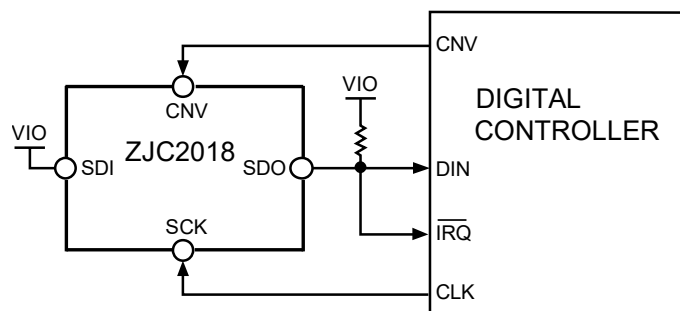
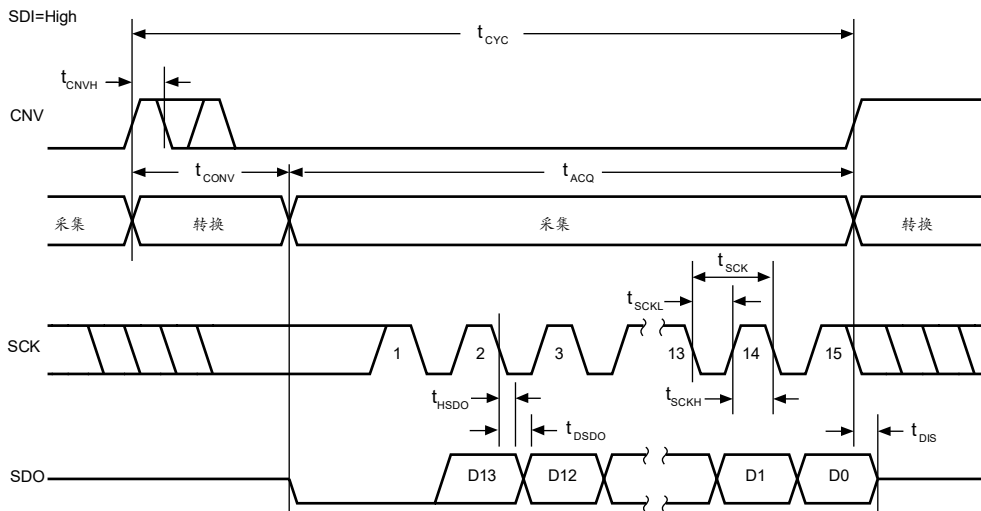
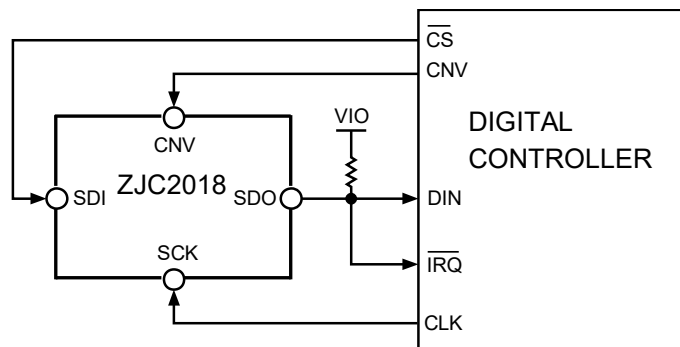
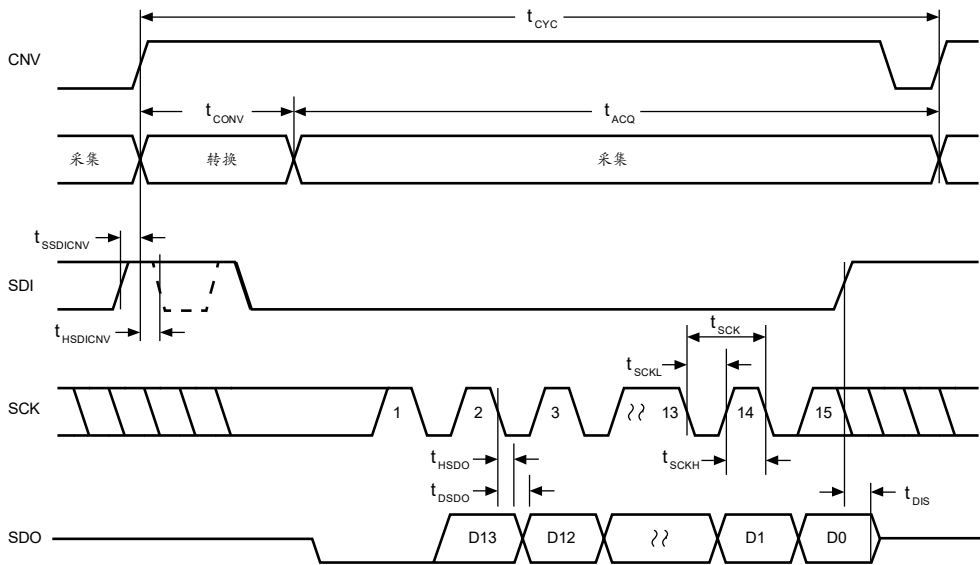

图 38. 片选模式（三线式有繁忙指示）连接图
图 39. 片选模式（三线式有繁忙指示）串行接口时序
图 42. 片选模式（四线式有繁忙指示）连接图
图 43. 片选模式(四线式有繁忙指示) 串行接口时序
- 片选 (CS) 模式下，ADC 转换结束时 CNV 或 SDI 为低电平（参见图 39 和图 43）。
单个 ZJC2018 连接到具有中断输入的 SPI 兼容数字主机时，可以使用此模式。连接如图 38 所示，相应时序如图 39 所示。
连接如图 42 所示，相应时序如图 43 所示。